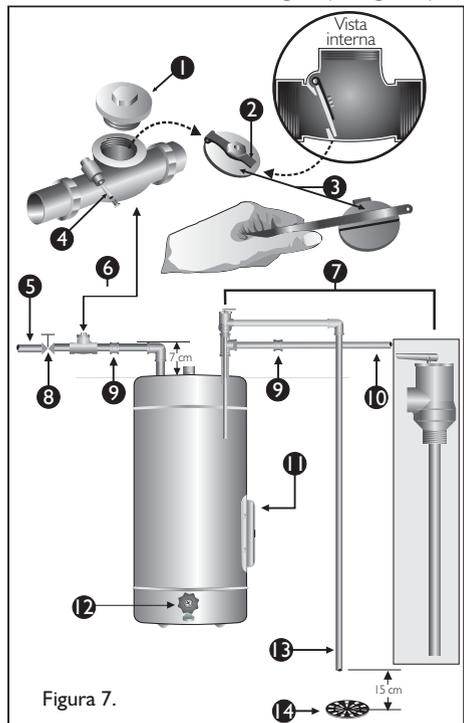

Figura 7.
- Algunos fabricantes de válvulas producen un cheque aliviado especial para instalación de calentadores. Si no es posible obtenerlo, se puede habilitar un cheque común, haciéndole una ranura en la cortina móvil con una sequeta tal como se indica en la imagen, (ver figura 7).
Un calentador bien instalado no aumentará la presión del acueducto. La garantía sólo cubre calentadores bien instalados y utilizados de acuerdo con la Norma NTC 888 y las instrucciones de este manual. Ver instalación hidráulica en la figura 7.